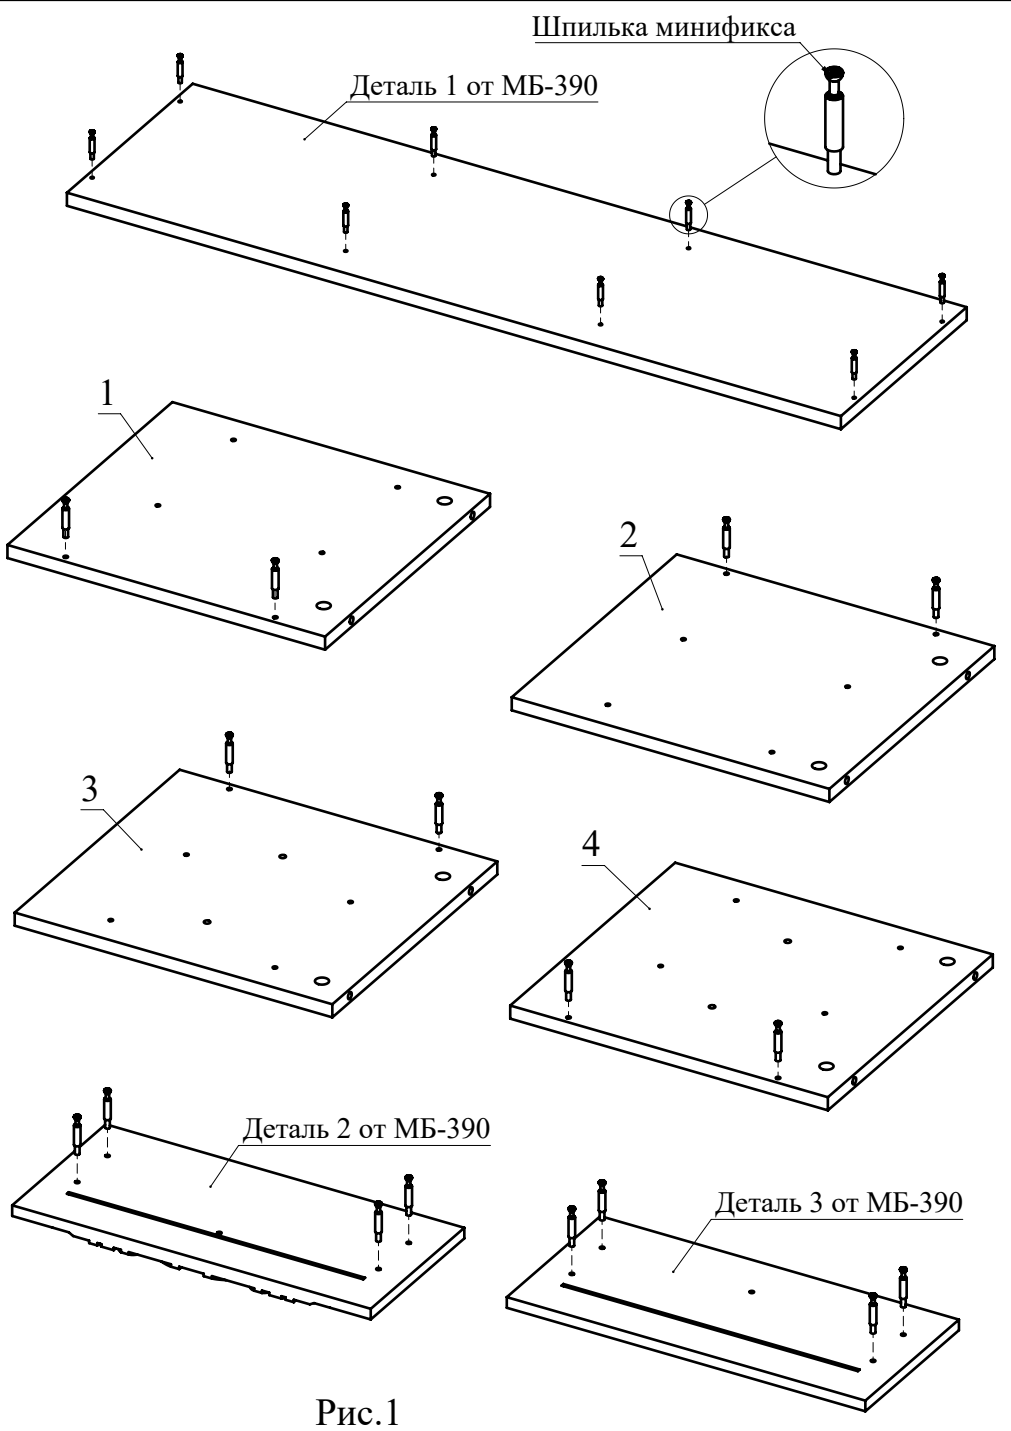

Рис.1
1. Вкрутите шпильки минификсов в детали 1, 2, 3, 4 и в детали 1, 2, 3 от МБ-390 (Рис. 1).